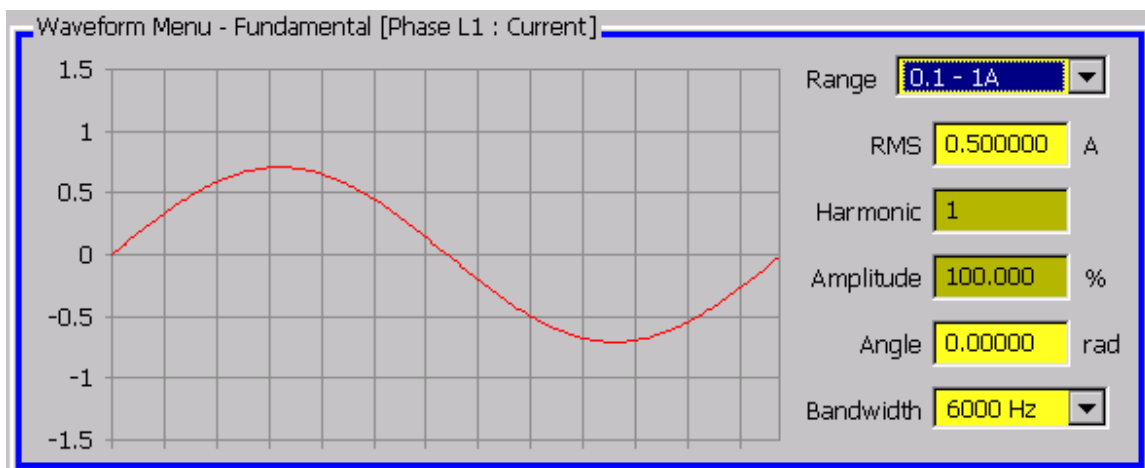

图 8. Waveform Menu（输出菜单），Fundamental
1. 按 **SELECT MENU** 两次。菜单焦点移动到 Waveform Menu（输出菜单）。参见图 8。